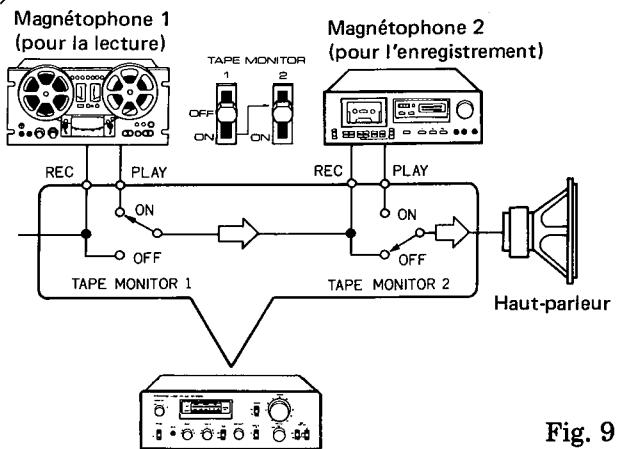

Fig. 9
1. Comme indiqué sur la Fig. 9, raccorder un magnétophone aux prises TAPE 1 ou TAPE 2 de l'amplificateur.